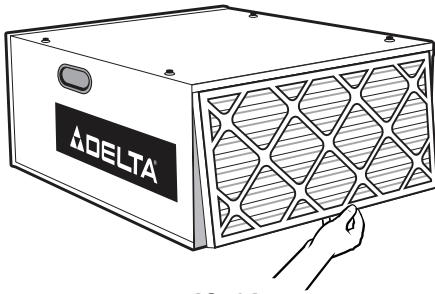

FIG. 2A
2. Retire el filtro exterior levantando de la parte inferior y tirando hacia afuera (Fig. 2A).